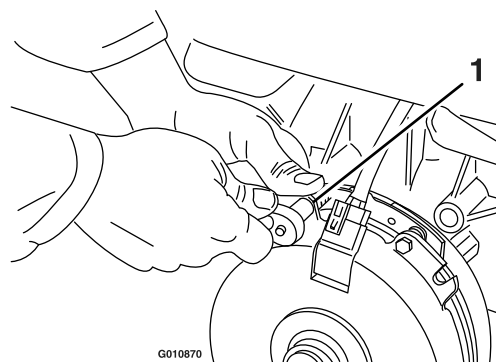

Figura 78
- A. Allentate entrambi i bulloni di montaggio del freno da 1/2 giro a un giro completo, come illustrato nella Figura 78.